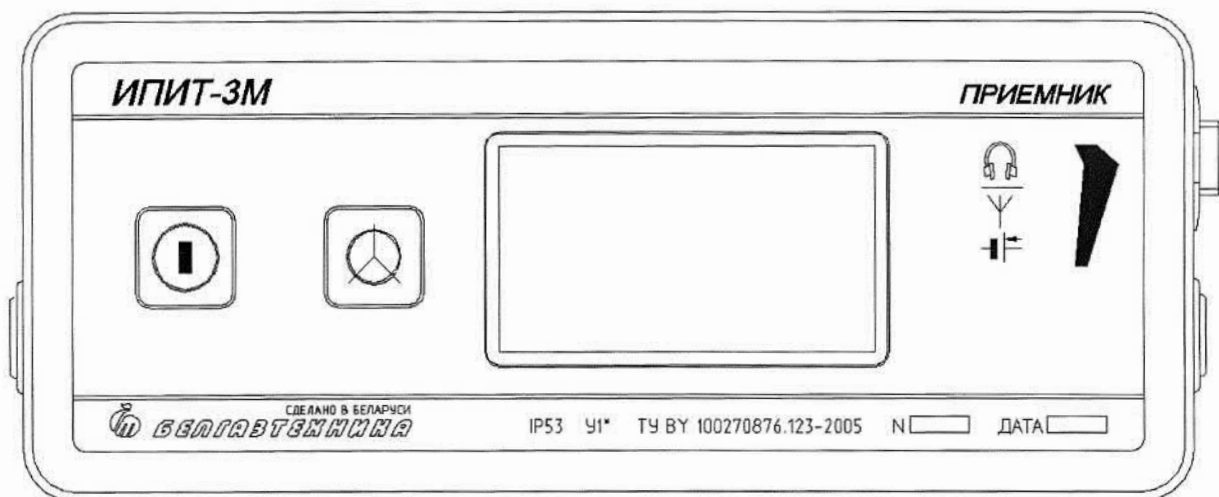

Рисунок 3.6
3.3.1 Приемник представляет собой металлический корпус со степенью защиты оболочки IP53, согласно ГОСТ 14254-96. На передней панели приемника размещены кнопка включения приемника, кнопка установки параметра и экран дисплея (рисунок 3.6).